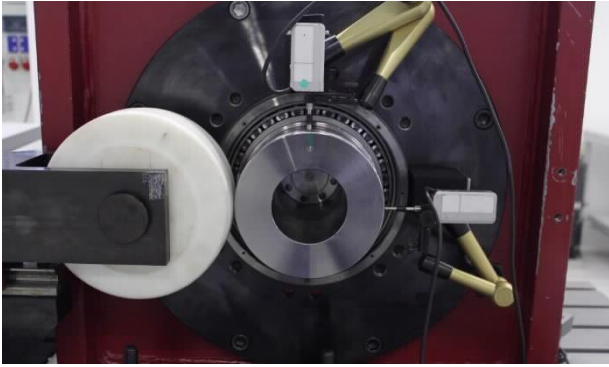

Bild 1 Prüfstand zur Messung von Getriebe-Steifigkeiten
2. Messung am Prüfstand (Bild 1)